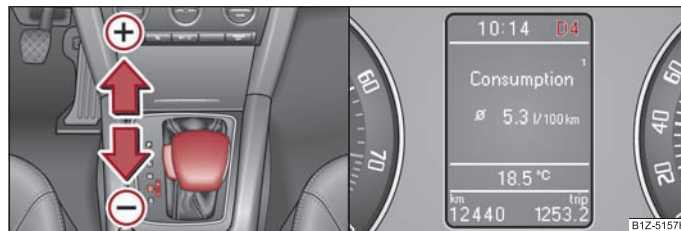

Fig. 118 Selector: selectarea manuală / display-ul informativ: selectarea manuală a vitezelor
Poziția selectorului de viteze se afișează, împreună cu treapta de viteză selectată, pe afișajul informativ al tabloului de instrumente ⇒ fig. 118 - dreapta. ▶
- Apăsăți scurt selectorul (în poziție tiptronic) spre față pe ⇒ pagina 116, fig. 118 ⊕.